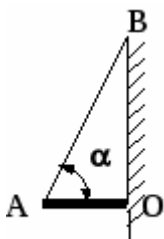

Рис. 1
1. Однородный стержень АО длиной  $l$  и массой  $m = 15 \text{ кг}$ , расположенный горизонтально и шарнирно закреплённый в точке О, удерживается нитью АВ, образующей со стержнем угол  $\alpha = 60^\circ$  (см. рис. 1). Определить величину силы реакции опоры в шарнире.